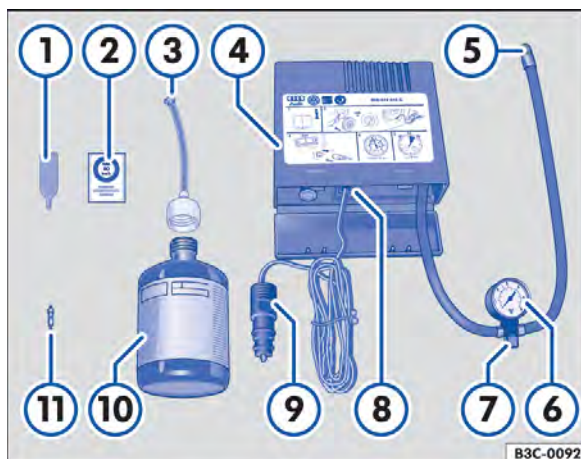

Fig. 239 Representação esquemática: componentes do kit de reparo dos pneus.
O kit de reparo dos pneus encontra-se no compartimento de bagagem sob o revestimento do assoalho. Ele é composto pelos seguintes componentes ⇒ Fig. 239:
12. Colar a etiqueta adesiva ⇒ Fig. 239 ② do kit de reparo dos pneus no campo visual do condutor no painel de instrumentos.
- Com a chave para remoção do elemento da válvula ⇒ Fig. 239 ①, desaparafusar o elemento da válvula da válvula do pneu e colocá-lo sobre uma superfície limpa.
- Agitar a garrafa para enchimento dos pneus ⇒ Fig. 239 ⑩ algumas vezes com força.
- Rosquear a mangueira de enchimento ⇒ Fig. 239 ③ com firmeza no sentido horário sobre a garrafa para enchimento dos pneus. A película na tampa é perfurada automaticamente.
- Remover a vedação da tampa da mangueira de enchimento ⇒ Fig. 239 ③ e introduzir a extremidade aberta totalmente na válvula do pneu.
- Rosquear novamente o elemento da válvula com a chave para remoção do elemento da válvula ⇒ Fig. 239 ① na válvula do pneu.
- Rosquear a mangueira de enchimento dos pneus ⇒ Fig. 239 ⑤ do compressor de ar com firmeza na válvula do pneu.
- Verificar se o parafuso de sangria de ar ⇒ Fig. 239 ⑦ está fechado.
- Encaixar o conector do cabo ⇒ Fig. 239 ⑨ em uma tomada 12 V do veículo ⇒ Página 185.
- Ligar o compressor de ar com o interruptor LIGA-DESLIGA ⇒ Fig. 239 ⑧.
Reconectar a mangueira de enchimento do pneu ⇒ Fig. 239 ⑤ e ler a pressão de enchimento do pneu no indicador da pressão dos pneus ⇒ Fig. 239 ⑥.